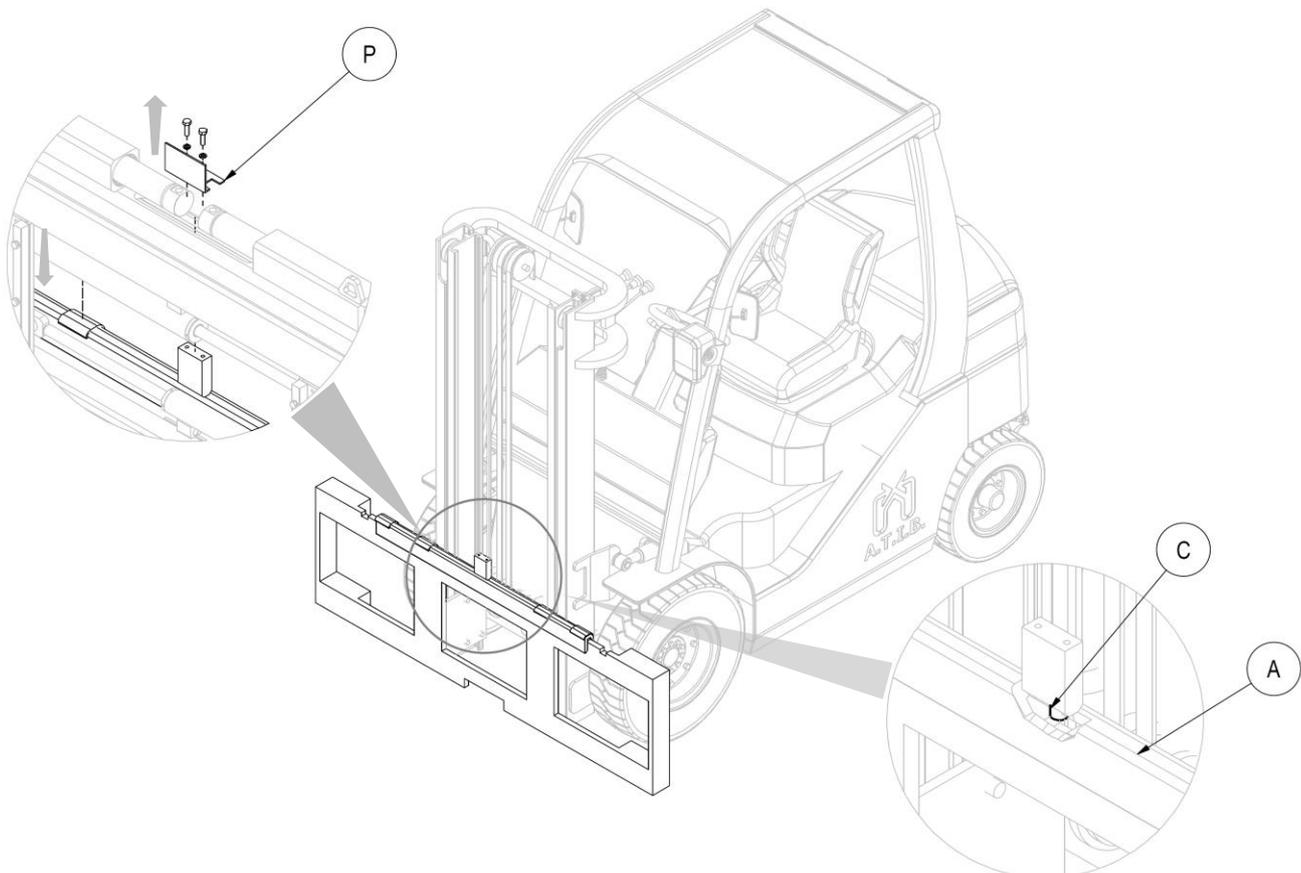

Abbildung 5
4. Nachdem Sie das Schutzblech **P** abgeschraubt haben, nehmen Sie manuell das Gleitprofil **A** (mit den entsprechenden Gleitstücken) und positionieren Sie es auf dem oberen Profil des Gabelträgers. Bitte darauf achten, dass der Zentrierstift **C** in die mittlere Kerbe des Gabelträgers einpasst (siehe *Abbildung 5*).